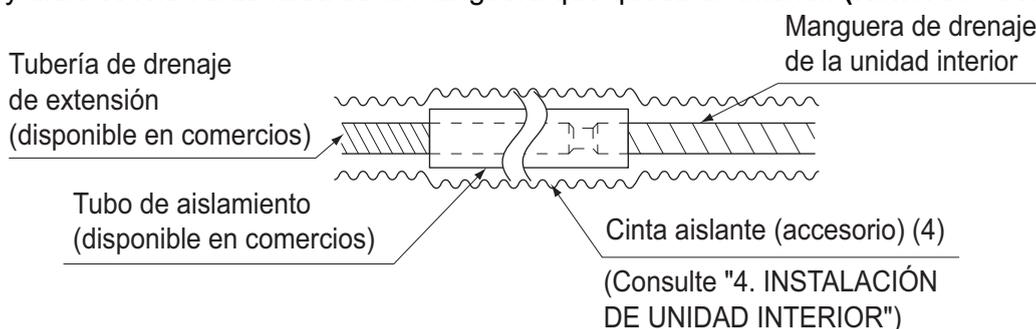

Fig. 17
- Al extender la manguera de desagüe, utilice una prolongación disponible en el comercio, y aisle sección extendida de la manguera que queda en interior. **(Refiérase a la Fig. 17)**